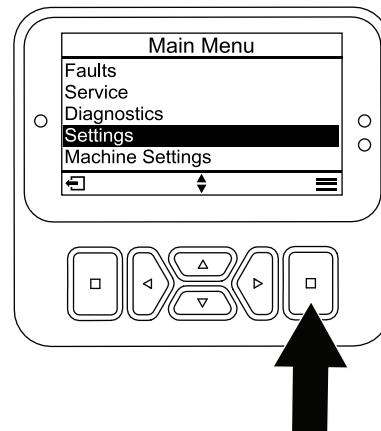

Figura 2
1. En el menú PRINCIPAL, vaya al menú AJUSTES y pulse el botón Seleccionar (Figura 2).